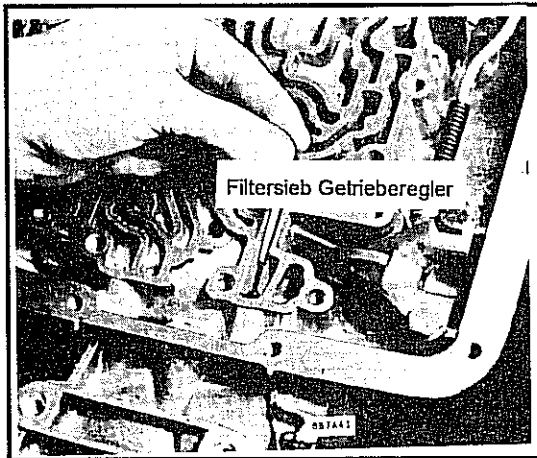

Abb. 10-39 Entfernen des Filtersiebs zum Getrieberegler
- Das Filtersieb des Getriebereglers vom Getriebegehäuse entfernen. Das Filtersieb gründlich reinigen. Siehe Abb. 10-39.